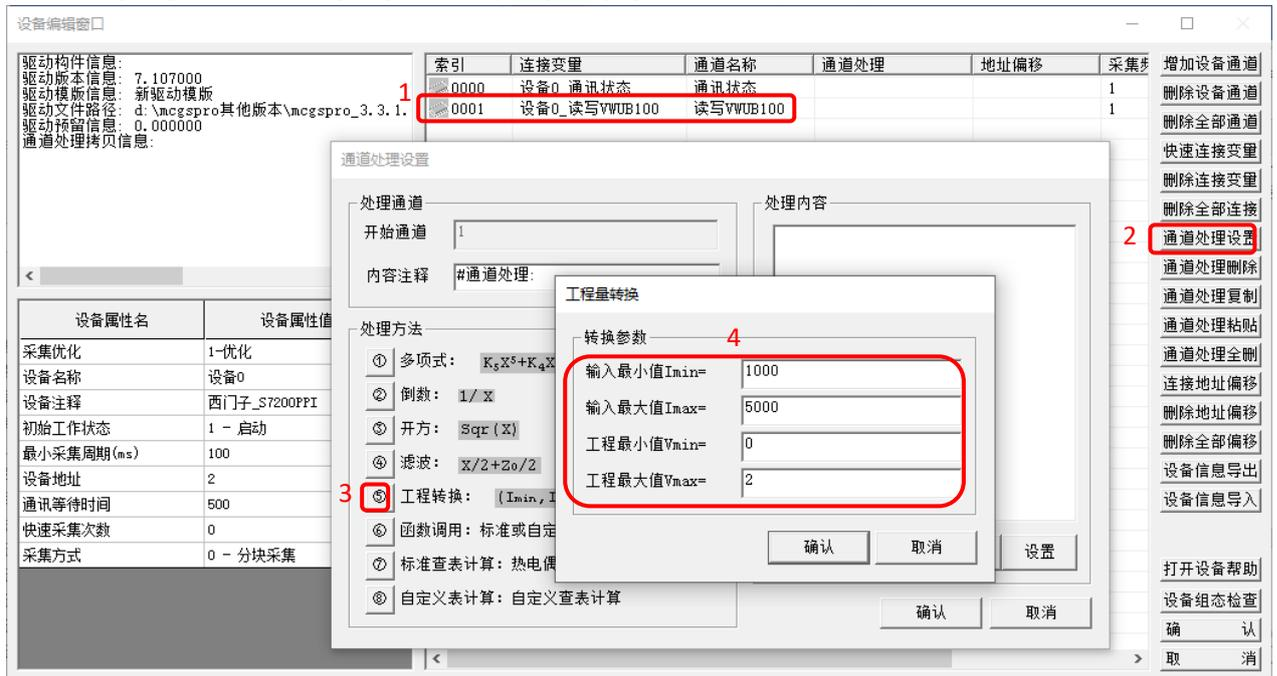

图 5.3-2 工程转换设置
- ② 如图 5.3-2 所示：首先在设备窗口编辑窗口选中需要进行通道处理的通道“读写 VWUB100”→“通道处理设置”→“工程转换”→“工程量转换”，按照需要，设置输入最小值为 1000，输入最大值为 5000，工程最小值为 0，工程最大值为 2，设置完成依次点击“确认”保存。
- ③ 完成步骤 2 操作后，在用户窗口中添加 1 个输入框，关联图 5.3-2 所示的连接变量“设备 0_读写 VWUB100”，保存工程，连接触摸屏和 PLC，并将工程下载到 TPC 中运行，效果如下：